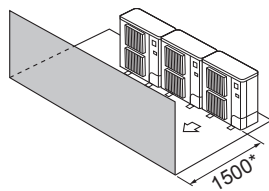

Fig. 2-11
- ③ Перешкоди лише спереду (Fig. 2-11)